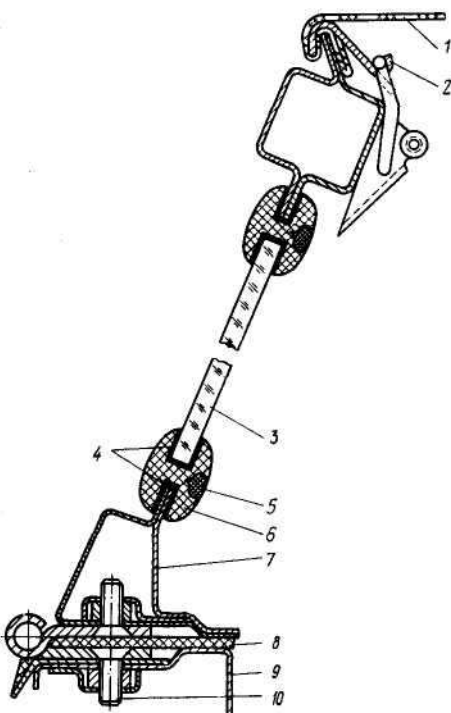
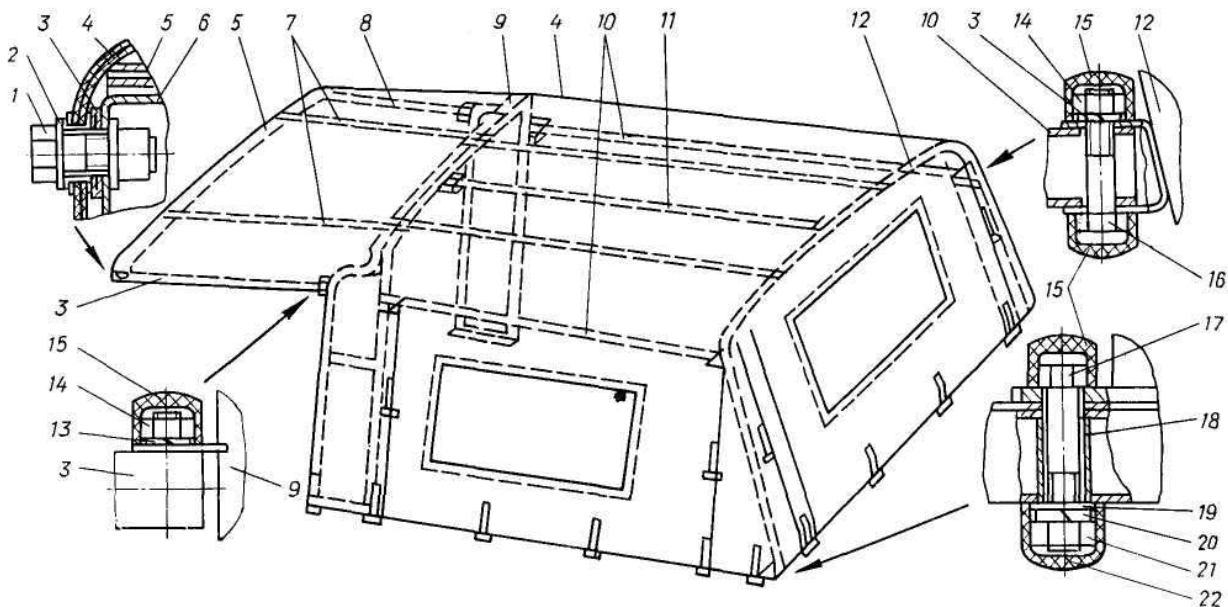
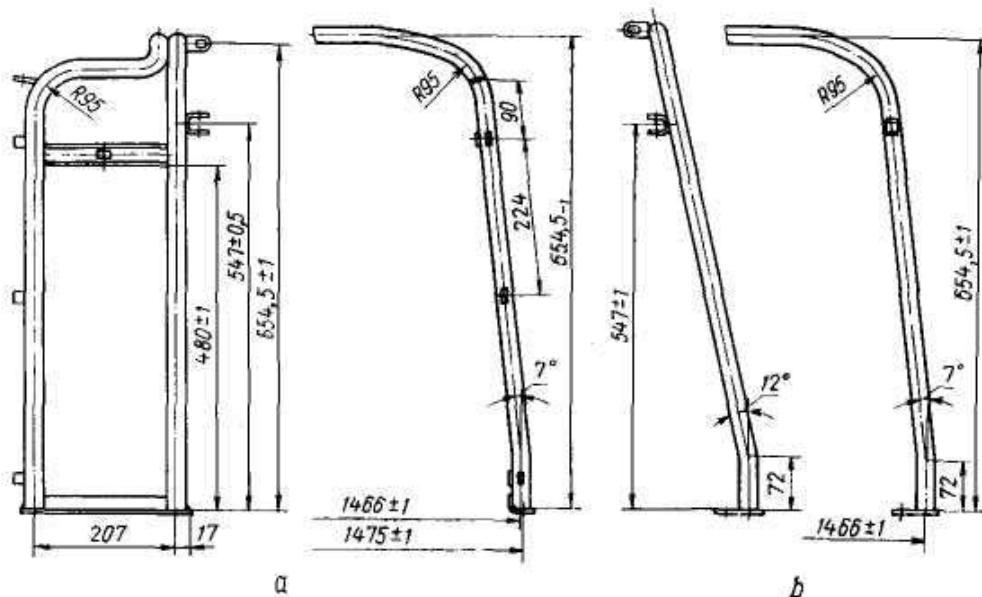

Рис. 236. Стекло лобовое:
Рис. 240. Тент и каркас тента с креплением:
Рис. 241. Дуги тента: *a* — передняя; *b* — задняя
- с помощью отвёртки выведите в месте стыка конец вкладыша 5 (рис. 236), и, не допуская разрывов, извлеките вкладыш из уплотнителя 6;
Конструкция тента и каркаса тента показана на рис. 240. В случае ремонта дуг тента их основные размеры должны соответствовать размерам, показанным на рис. 241.
- отвинтите и снимите два болта 1 (рис. 240) с шайбами крепления углов тента к каркасу лобового стекла;
- уложите тент на капот внутренней поверхностью вверх и передней частью на каркас лобового стекла и закрепите к каркасу прижимной планкой, как показано на рис. 236. Отверстия в углах передней части тента при этом должны точно совмещаться с отверстиями каркаса под болты 1 (рис. 240).